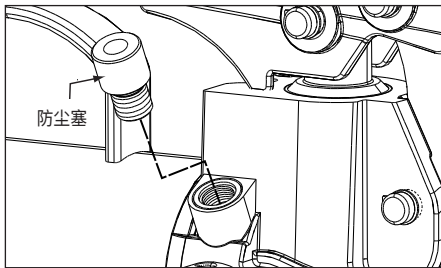

图 13, 溢流阀 (P-77、P-80、P-801 和 P-84)
• 在型号 P-77、P-80、P-801 和 P-84 上，溢流阀位于泵头的侧面。见图 13。